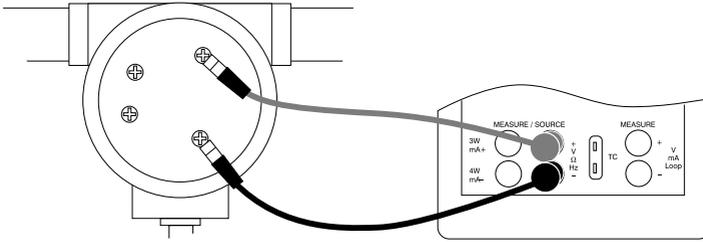

Abbildung 14. Simulieren von Widerstandsfühlern mit 2-Leiteranschluss
3. Schließen Sie den Kalibrator an das zu prüfende Instrument an wie in Abbildung 14 gezeigt.